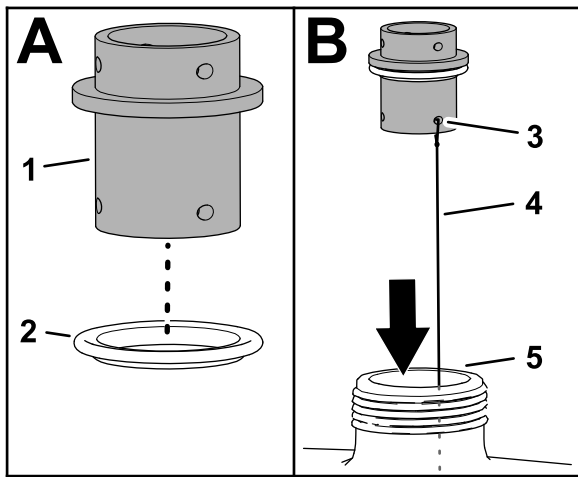
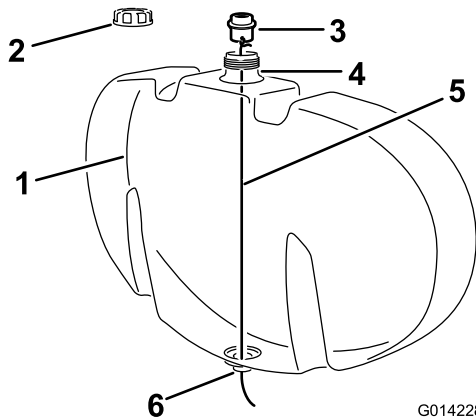

Figura 5
Figura 6
A. Instale uma junta transparente na união do anteparo como se mostra na **Figura 5**.
B. Instale um fio, com cerca de 122 cm de comprimento, através de um dos furos da forquilha de retenção na união do anteparo como se mostra na **Figura 5**.
- C. Se instalado, retire o tampão do depósito de lavagem (**Figura 6**).
- D. Baixe o fio através da abertura no furo de enchimento do depósito e encaminhe-o pela abertura na parte inferior do depósito (**Figura 5** e **Figura 6**).